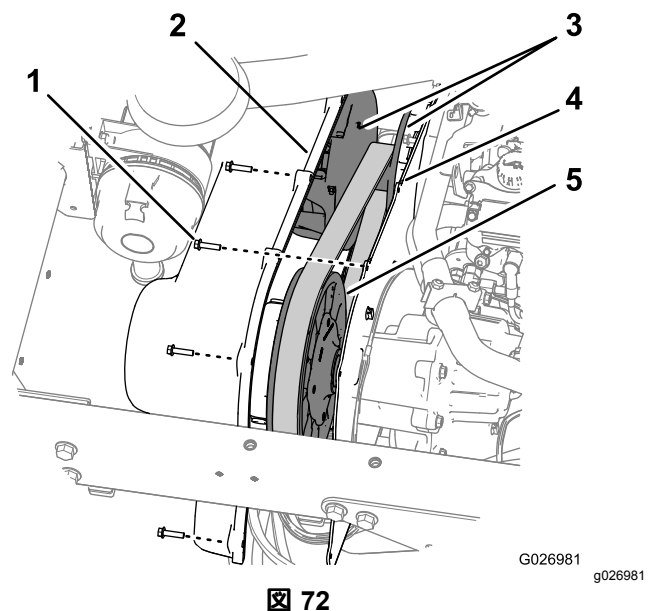

図 72
1. トランスミッションカバーをトランスミッション取り付けプレートに固定している六角ワッシャねじ 9 本 1/4 x 1 インチを外す 図 72。
5. トランスミッションカバーの穴を、取り付けプレートの穴に合わせる 図 72。
6. カバーを取り付けプレートに固定する 図 72 ステップ 1 で取り外した六角ワッシャねじ 9 本 1/4 x 1 インチを使用し、 $10.212.4\text{N}\cdot\text{m}$ $1.01.3\text{kg}\cdot\text{m} = 90\text{110in}\cdot\text{lb}$ にトルク締めする。